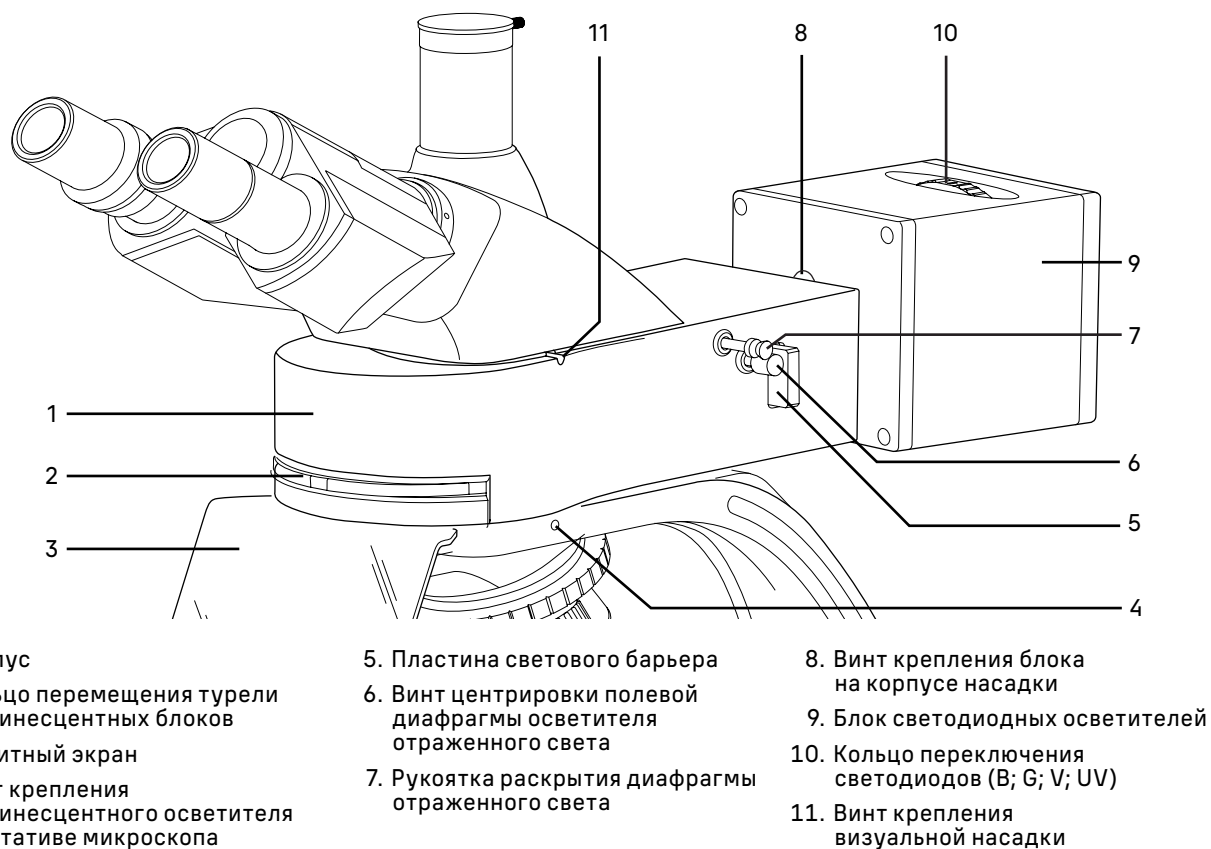

Рис. 4. Люминесцентная насадка
Общий вид люминесцентной насадки представлен на рис. 4.
Корпус люминесцентной насадки 1 (рис. 4) устанавливается в отверстие верхнего фланца штатива и закрепляется винтом 4 (рис. 4).
На корпусе 1 (рис. 4) насадки находится соединительный переходник, посредством которого корпус соединяется с блоком светодиодов. Защитный экран 3 (рис. 4) крепится к корпусу двумя винтами.
Металлическая пластина светового барьера 5 (рис. 4) установлена в паз корпуса насадки. Пластина имеет три положения:
В корпусе насадки находится поворотная турель с четырьмя люминесцентными фильтрами. Перемещение турели в корпусе насадки обеспечивается поворотом кольца 2 (рис. 4). Фиксированное положение рукоятки под символом означает включение в ход лучей соответствующего блока.
Кольцо перемещения турели может быть зафиксировано в одном из пяти положений, соответствующем одному из четырех типов фильтров, смонтированных на турели: синий (В), зеленый (G), фиолетовый (V) и ультра-фиолетовый (UV) или нейтральное положение (O). Маркировка каждого фильтра соответствует цвету лучей возбуждения и нанесена на кольцо 2 (рис. 4) в виде символа.
В блоке 9 (рис. 4) располагаются источники света возбуждения – светодиоды. Микроскоп укомплектован светодиодами четырех волновых диапазонов свечения: синий (В), зеленый (G), фиолетовый (V) и ультра-фиолетовый (UV). Светодиоды установлены в поворотной турели внутри блока. Смена светодиодов осуществляется поворотом кольца 10 (рис. 4). Наименования светодиодов нанесены на лицевой стороне кольца.
Блок крепится на корпус 1 (рис. 4) люминесцентной насадки винтом под ключ шестигранник 8 (рис. 4). В кожухе блока расположен коллектор, который проецирует изображение источника света в выходной зрачок объектива микроскопа.
Установите кольцо перемещения турели люминесцентных блоков 2 (рис. 4) в положение «0».
Установите пластину 5 (рис. 4) в положение «заглушка».